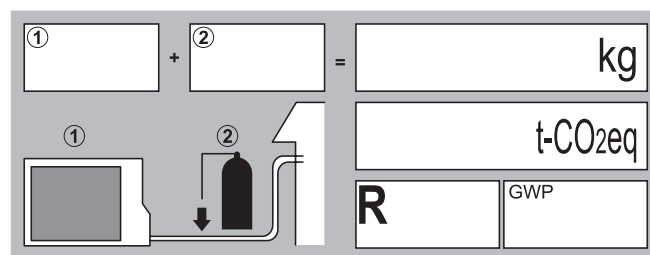

fig. 27 - Étiquette charge complémentaire
- Respecter les couples de serrage indiqués (fig. 27, page 27). S'il est trop serré, le raccord peut casser après une longue période et causer une fuite de fluide frigorigène.
- Remonter les 2 bouchons d'origine (en s'assurant de leur propreté) et les serrer avec le couple de serrage indiqué au tableau fig. 27, page 27. L'étanchéité dans les bouchons est réalisée uniquement métal sur métal.